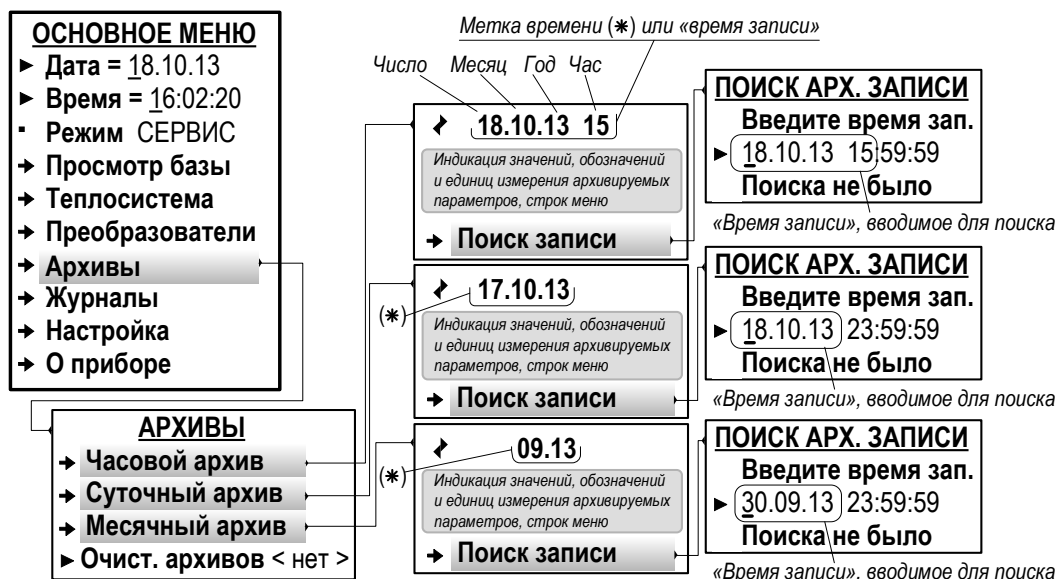

Рис.43. Вид меню «Архивы» (режим СЕРВИС).
7.9.2.5. Просмотр значений архивируемых параметров возможен в режимах РАБОТА и СЕРВИС в меню **Архивы / Часовой архив**, **Архивы / Суточный архив**, **Архивы / Месячный архив** (рис.43).
7.9.2.7. Для удобства работы с архивами в ТВ предусмотрена функция **Поиск записи** (рис.43). «Время записи», необходимое для начала поиска, вводятся в окне индикации **ПОИСК АРХ. ЗАПИСИ**. В зависимости от вида просматриваемого архива параметру **Введите время зап.** (Введите время записи) необходимо назначить: